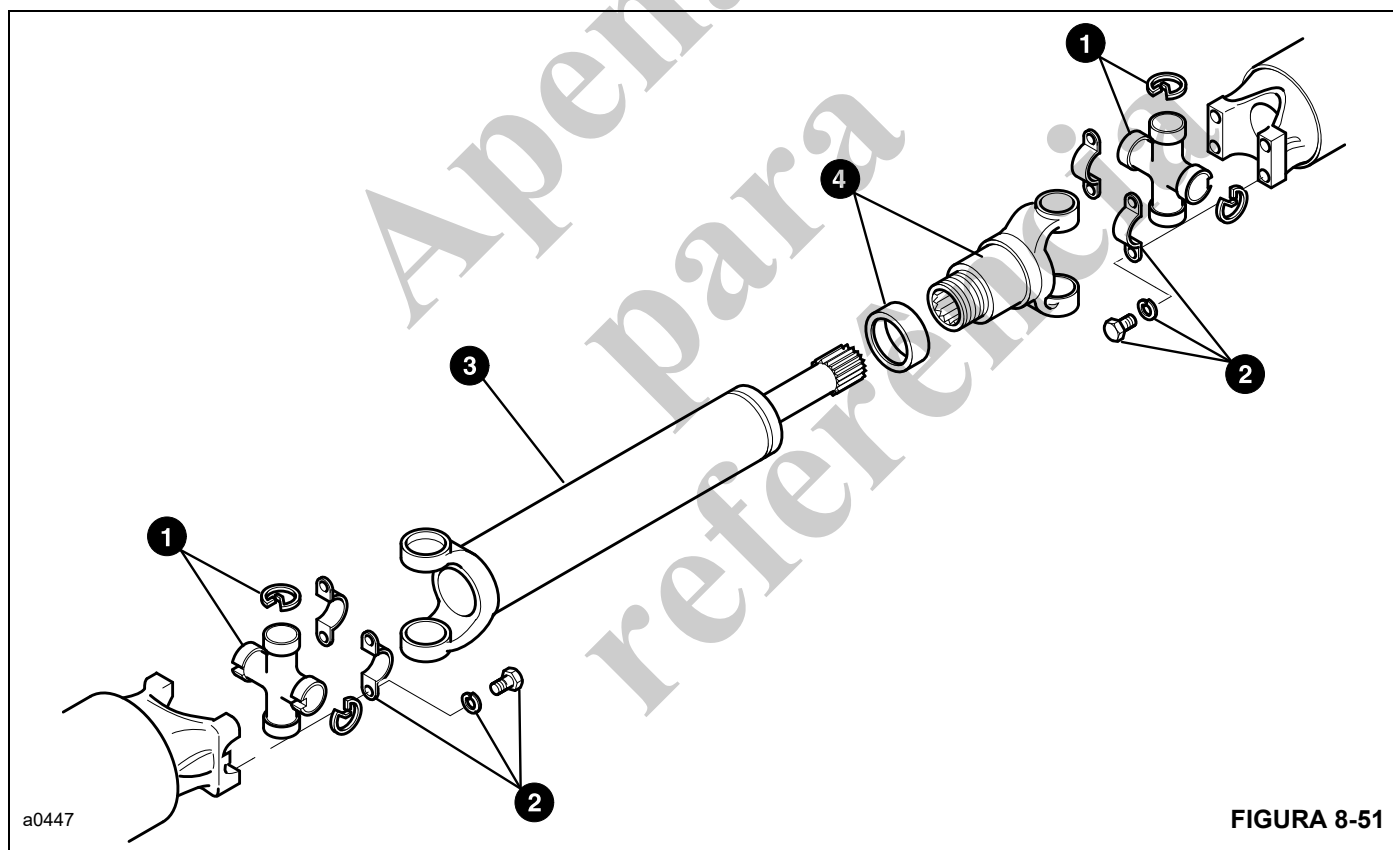

FIGURA 8-51
As presilhas de retenção 2 (Figura 8-50 e Figura 8-51) esticam com o uso, portanto, sempre devem ser substituídas por novas.
1. Remova os dois anéis de pressão das tampas dos rolamentos no garfo deslizante **4** (Figura 8-51).
6. Aplique óleo SAE 140 nas estrias no garfo de luva 3 (Figura 8-50 e Figura 8-51). Monte o conjunto da tampa contra poeira no garfo de luva. Deslize o garfo de luva para dentro do garfo deslizante (4). Verifique se ambas as extremidades do eixo de acionamento estão no mesmo plano. Aperte o conjunto da tampa contra poeira.
5. Aplique óleo SAE 140 nas estrias no garfo de luva 3 (Figura 8-50 e Figura 8-51). Monte o conjunto da tampa contra poeira no garfo de luva. Deslize o garfo de luva para dentro do garfo deslizante 4. Verifique se ambas as extremidades do eixo de acionamento estão no mesmo plano. Aperte o conjunto da tampa contra poeira.
1. Fixe a cruzeta 1 (Figura 8-51) no garfo do eixo dianteiro usando um novo kit de cintas 2.